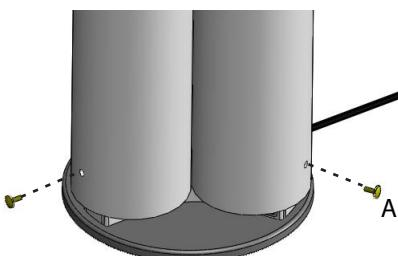

Fig. 5
5. Bloccare il diffusore con le viti A (fig. 5).
5. Bloquer le diffuseur à l'aide des vis A (fig. 5).
5. Tighten screws A to secure the diffuser (Fig. 5).
5. Zuletzt den Diffusor mit den Schrauben A (Abb. 5) befestigen.
5. Bloquear el difusor con los tornillos A (fig. 5).